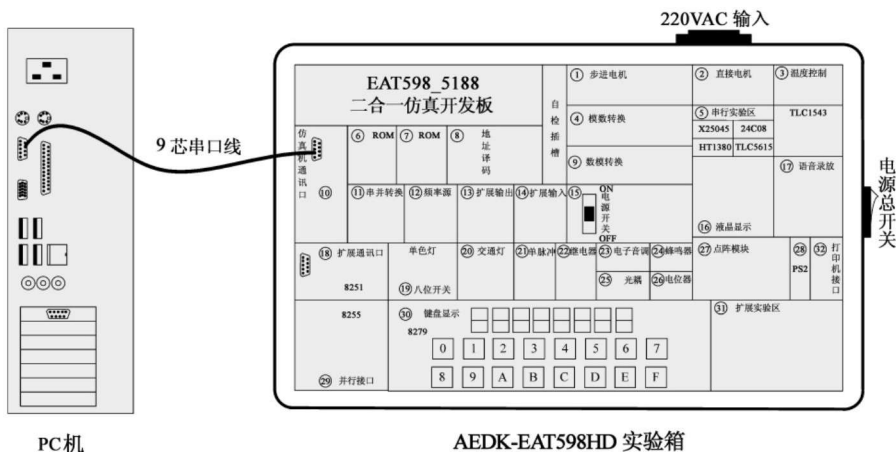

图 1-3
实验机与 PC 机通过 9 芯串口线连接。实验时用串口线把计算机的串口与模块⑩的仿真机通信口连接,如图 1-3 所示。